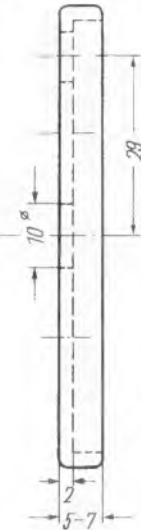

Bild 17. Abstandssäule (2 Stück)
Den Boden können wir ein- oder zweiteilig herstellen (Bild 15 und 16). Die Röhrentragplatte wird mit zwei Abstandssäulen nach Bild 17 auf dem Boden 15 montiert.
- 2 Distanzstücke a | Bild 17
- 2 Distanzstücke b | Bild 17